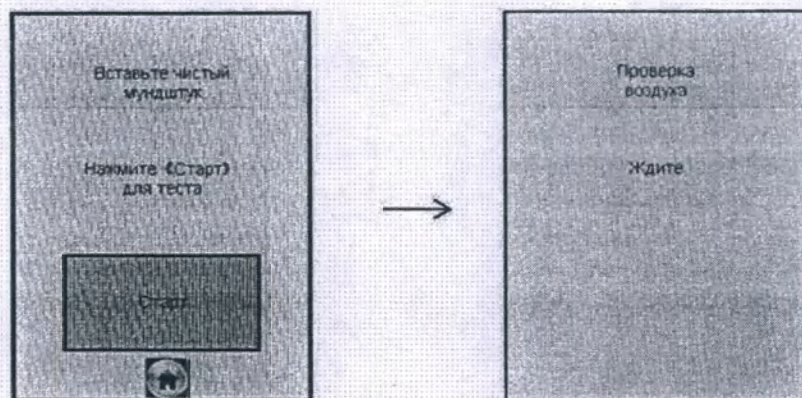

Рисунок 13 – Начало процедуры измерений
2.8.8 Когда данные всех полей будут введены, на экране появится окно с сообщением «Вставьте чистый мундштук» (рисунок 13, слева).
При нажатии на кнопку «Старт» происходит отбор пробы воздуха для выполнения автоматической проверки отсутствия этанола и других компонентов, которые могут оказать влияние на показания анализатора, в окружающем воздухе, в заборной системе анализатора и в мундштуке (рисунок 13, справа):